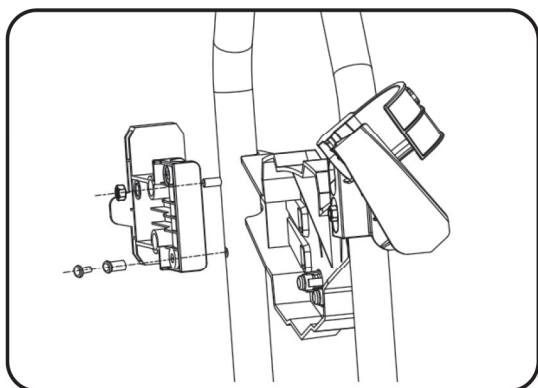

Fig.4
D. INSTALLATION DU CROCHET POUR TUYAU HAUTE PRESSION (Voir fig. 4)